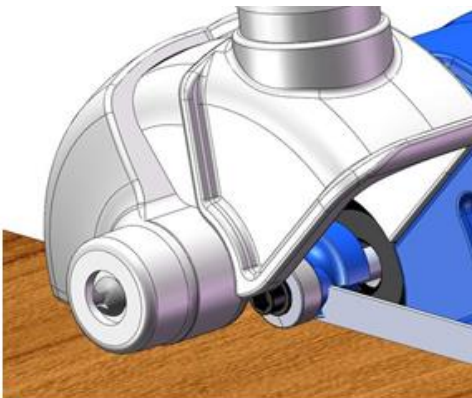

Fig. 16
- Den Fräser mit dem passend eingestellten Anschlag entlang der zu bearbeitenden Kante führen (Fig. 16 & 17)